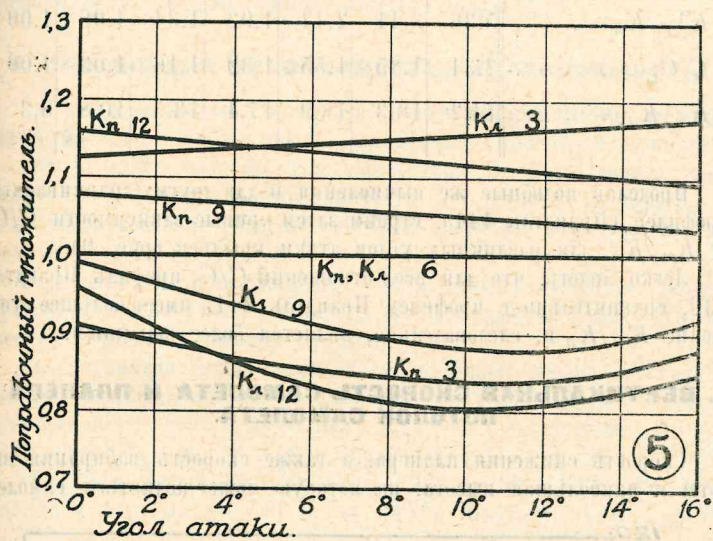

Рис. 5. Поправки для K_n и K_L в зависимости от отношения размаха крыла к его хорде.
На рис. 5 показан ряд кривых, соответствующих **удлинению** крыла 3, 6, 9 и 12, которые позволяют определять поправочные множители для K_n и K_L , при различных углах атаки²⁾. Эти поправки приводят модель крыла к нормальному удлинению 6, для которого поправочные множители равны 1.
¹⁾ См. также профиль Эйфель 383, представленный на рис. 5 в статье «Аэродинамика планера и самолета», помещенной в № 11 (13) журнала «Самолет».